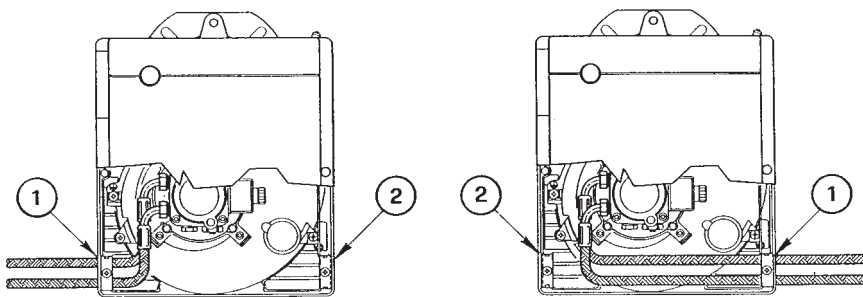

Fig. 1
Il bruciatore è predisposto per ricevere i tubi di alimentazione del gasolio da entrambi i lati. A seconda che l'uscita dei tubi avvenga a destra o a sinistra del bruciatore si dovranno invertire sia la piastrina di fissaggio (1) che la squadretta di chiusura (2) (vedi fig. 1).
Die Ölschläuche können an beiden Seiten des Brenners angeschlossen werden. Je nachdem, ob die Schläuche rechts oder links aus dem Brenner austreten, müssen sowohl die Befestigungsplatte (1), als auch der Schlußwinkel (2) umgewendet werden (siehe Abb. 1).
Le brûleur est prééquipé pour recevoir les tubes d'alimentation du fioul des deux cotés. Selon que la sortie des flexibles est à droite ou à gauche, il peut y avoir lieu de changer l'emplacement de la plaque de fixation (1) avec celle d'obturation (2) (voir fig. 1).
- La pompe est prévu pour un fonctionnement en bitube. Pour le fonctionnement en mono-tube, il faut dévisser l'écrou de retour (2), enlever la vis de by-pass (3) et ensuite revisser l'écrou (2) (voir fig. 1).
Depending on the oil supply pipes position (to the right or to the left hand side of the burner) the fixing plate (1) and closing plate (2) should be reversed (see fig. 1).